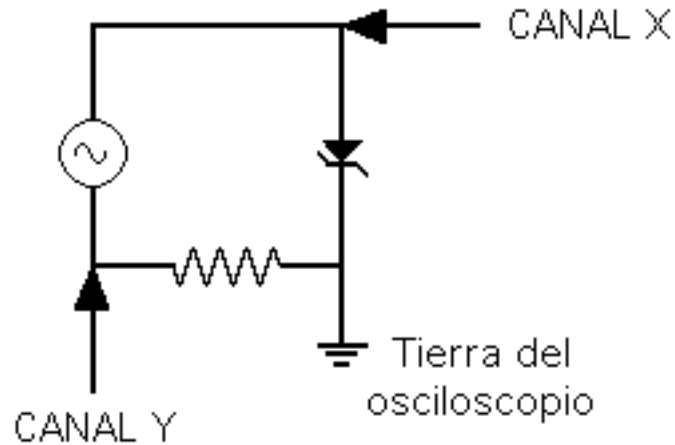

Figura 1.- Circuito para determinar las características i vs v de un diodo zener
a) Dado el circuito mostrado en la Figura 1 y las especificaciones del dispositivo a su disposición, determine el valor de la resistencia R y el valor pico de la amplitud que puede tener la señal producida por el generador para observar en el osciloscopio la curva característica i vs. v de este dispositivo.
b) Haga un diagrama de la señal que Ud. espera ver en la pantalla del osciloscopio, si las conexiones se realizan exactamente en la forma indicada en la Figura 1.
1.- Monte el circuito de la Figura 1 y obtenga en la pantalla del osciloscopio la curva característica de este dispositivo. Haga un diagrama en papel milimetrado. Si su osciloscopio tiene la posibilidad de invertir uno de los canales, obtenga la curva característica con la misma orientación que las curvas características estándar de los manuales y libros de texto. Identifique voltajes y corrientes clave en la curva dibujada.